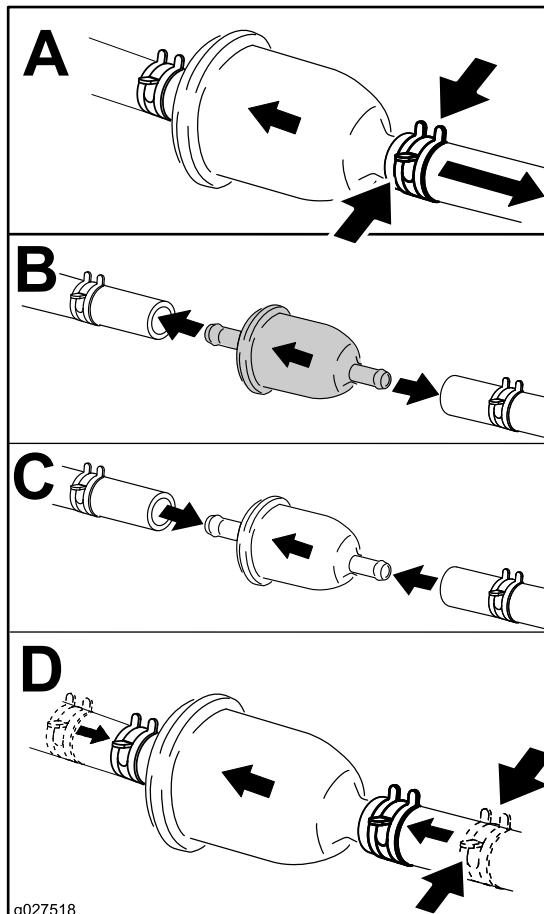

Figura 37
3. Cambie el filtro de combustible en línea (Figura 37).